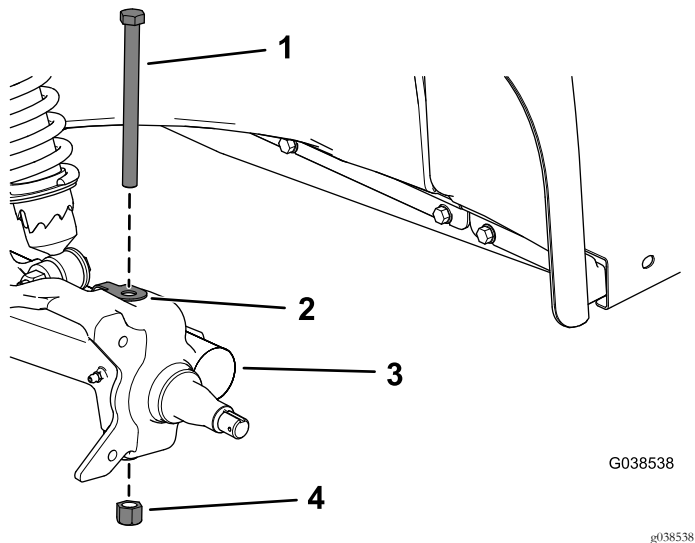

Figura 9
9. Rimuovete il bullone a testa esagonale (1/2 x 6 poll.), la graffetta e il dado di bloccaggio (1/2 poll.) dal braccio di comando e rimuovete l'alberino (Figura 9).
2. Montate il gruppo alberino sul braccio di comando utilizzando bullone a testa esagonale (1/2 x 6 poll.), graffetta e dado di bloccaggio (1/2 poll.) come illustrato nella Figura 9.